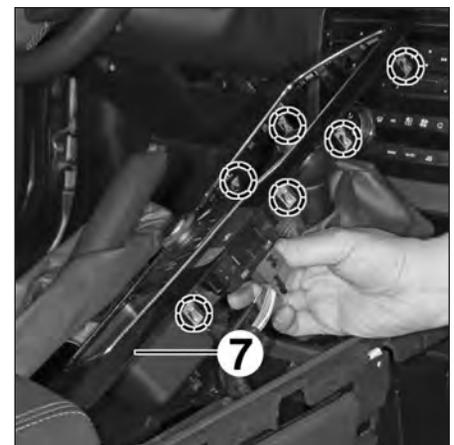

FIG.7
- la garniture centrale (7) (Fig.7).
- Débrancher les connecteurs attenants à la garniture centrale (7).
- Déposer la garniture centrale (7).